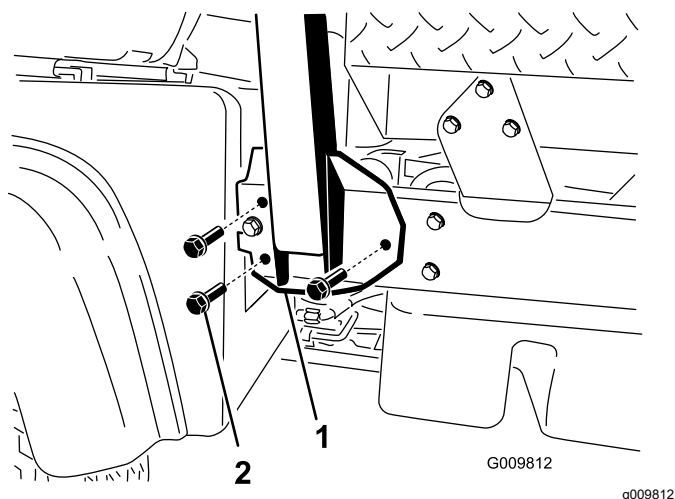

Figura 4
2. Alinhe cada lado da barra de segurança com os orifícios de montagem em cada lado do chassi da máquina (Figura 4).
3. Fixe o suporte de montagem da barra de segurança ao chassi da máquina com três parafusos de cabeça flangeada (½ pol. x 1¼ pol.) em cada lado (Figura 4).